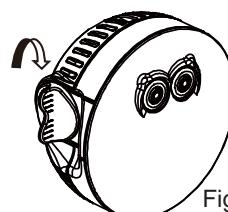

Figura 4
4. Aperte bem a tampa do recipiente da bateria (1) somente com a mão (veja a Figura 4).